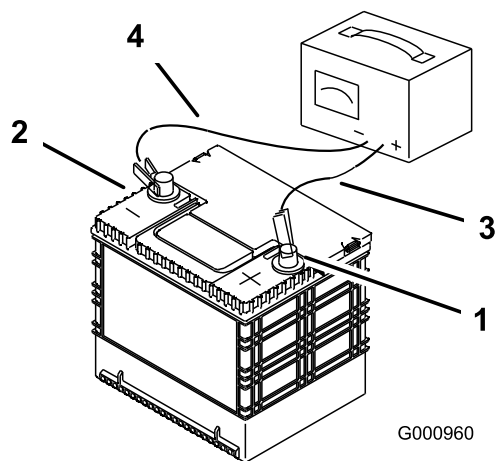

Bild 54
2. Wenn die Batterie voll geladen ist, ziehen Sie den Stecker des Ladegeräts aus der Dose. Klemmen Sie dann die Klemmen des Ladegeräts von den Batteriepolen ab (Bild 54).